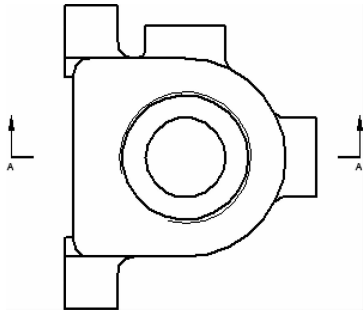

图 9-216 定义视图方向
(3) 定义视图方向。在剖切线正上方单击，完成视图方向的定义，如图 9-216 所示。